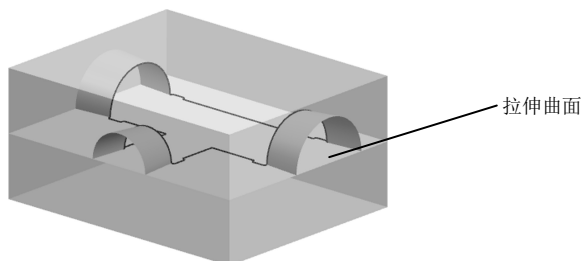

图 6-18 创建拉伸曲面
(31) 单击“确定”按钮，拉伸长度为 135mm，创建拉伸曲面（该曲面比工件稍大），如图 6-18 所示。